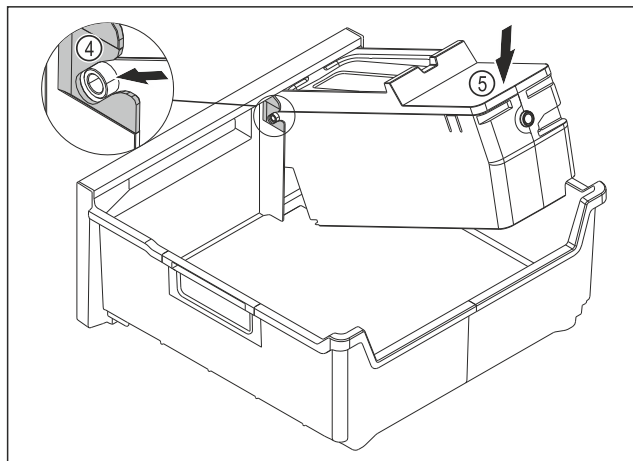

Fig. 201
- Montare il corpo dell'EasyTwist-Ice: Inserire gli assi del corpo dell'EasyTwist-Ice nelle guide Fig. 201 (4).
- Spingere il corpo dell'EasyTwist-Ice Fig. 201 (5) posteriore verso il basso.